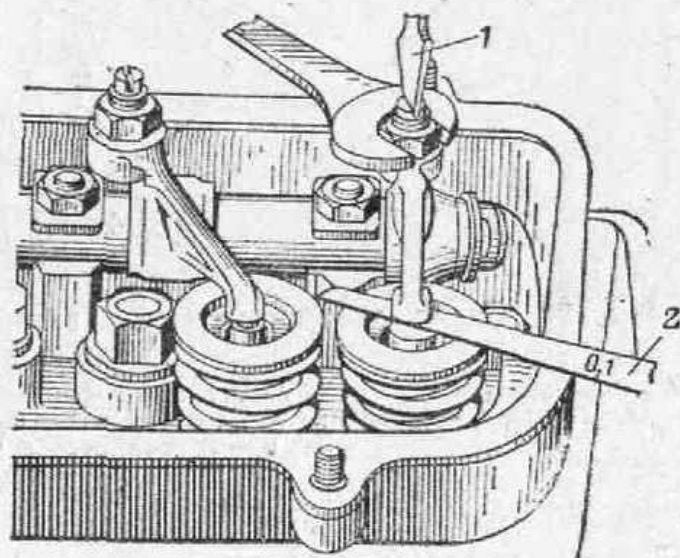

Рис. 28. Регулировка зазоров между коромыслом и клапаном:
4) проверьте с помощью плоского щупа 2 (рис. 28) зазоры между клапанами и коромыслами 1-го цилиндра; зазоры должны быть: для впускных клапанов 0,08—0,10 мм и для выпускных клапанов 0,1—0,12 мм. Помните, что крайние клапаны — выпускные, средние — впускные;